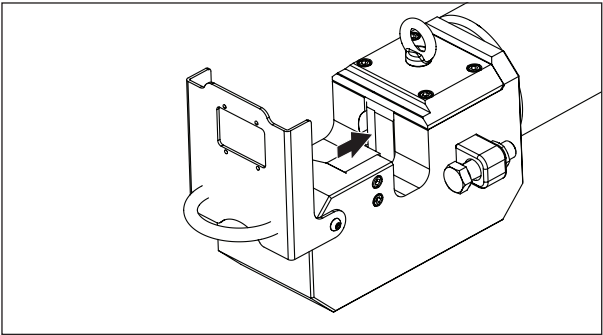

图 8，处于原位（完全缩回）位置的活塞和刀片
在切割头内放置任何材料前，务必确保活塞和移动刀片处于完全缩回的“原位”位置。参见图 8。
2. 确保活塞处于“原位”（完全缩回）位置。参见图 8。
- 1. 启动泵。将活塞移至“原位”（完全缩回）位置。参见图 8。
1. 启动泵。将活塞移至“原位”（完全缩回）位置。参见图 8。